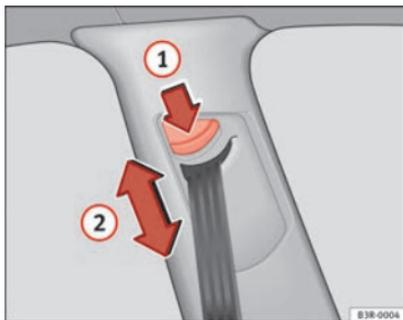

Abb. 16 Gurthöheneinstellung (Umlenkbügel)
- Drücken Sie die Taste ⇒ Abb. 16 ① der Gurthöhenverstellung.
- Verschieben Sie den Umlenkbügel nach oben bzw. unten, bis der Schultergurteil ungefähr über die Schultermittle – **keinesfalls über den Hals** – verläuft ⇒ Abb. 16 ②, ⇒  in Gurtbandverlauf auf Seite 25.